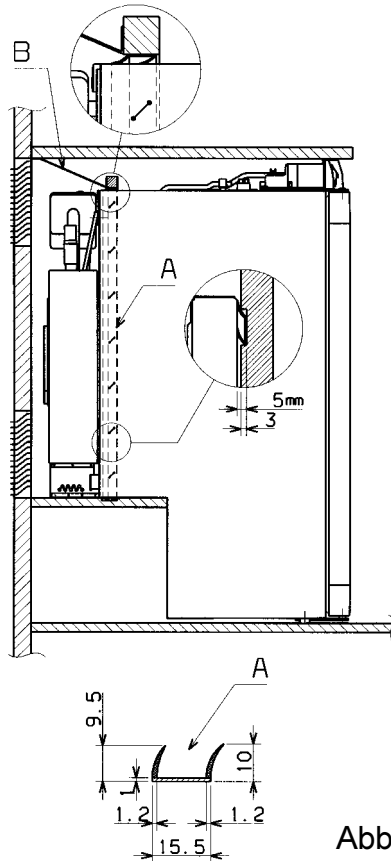

Abb. 4
Ein Ableitblech (B) versehen mit einer Lippendichtung (A) aus schwer entflammablem Material ist in die Einbaunische anzubringen (siehe Abb.4)